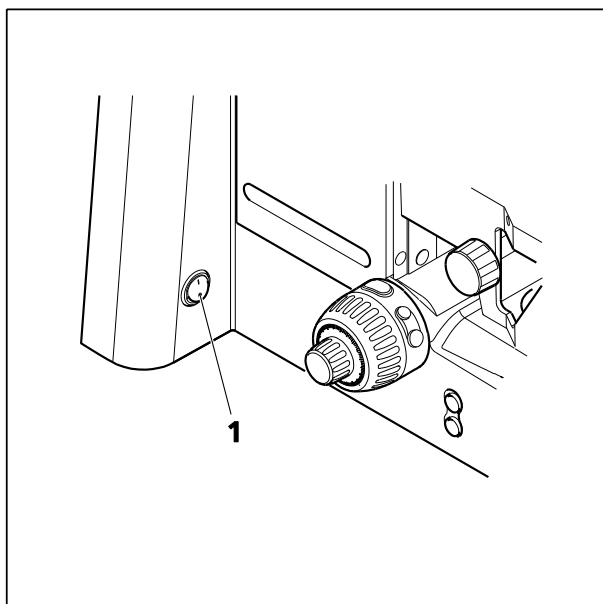
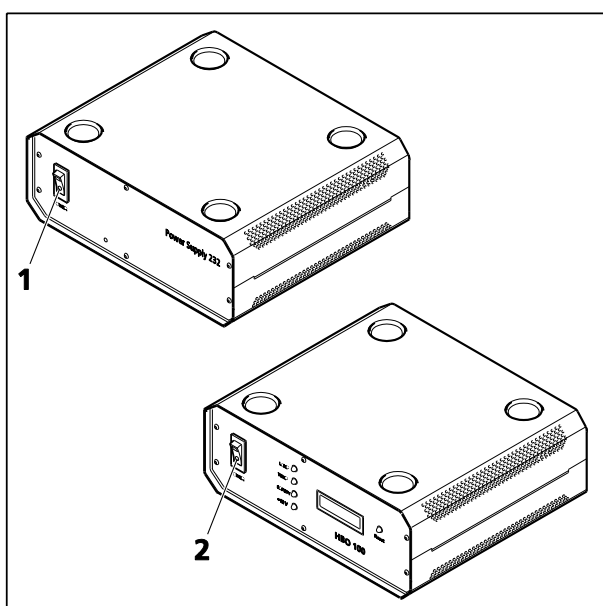

Fig. 84 Mise sous/hors tension manuelle du microscope
Fig. 85 Marche/arrêt du microscope motorisé et du dispositif d'éclairage HBO 100
- Activer la version manuelle du microscope à l'aide de l'interrupteur on/off (Fig. 84/1) situé à gauche du statif. Avec le microscope motorisé, mettre tout d'abord sous tension l'unité d'alimentation électrique VP232-2 à l'aide de son interrupteur marche/arrêt (Fig. 85/1), puis actionner l'interrupteur marche/arrêt sur le statif (Position I).
- Après utilisation, éteindre le microscope manuel et motorisé à l'aide de l'interrupteur marche/arrêt (Fig. 84/1) situé sur le côté gauche du statif. Puis, sur la version motorisée, éteindre l'unité d'alimentation électrique VP232-2 au niveau de l'interrupteur marche/arrêt (Fig. 85/1) (Position O).
- Le dispositif d'éclairage HBO 100, utilisé à la place du HAL 100 pour les examens en contraste de fluorescence, est activé et désactivé à l'aide de l'interrupteur marche/arrêt (Fig. 85/2) du transformateur HBO 100.